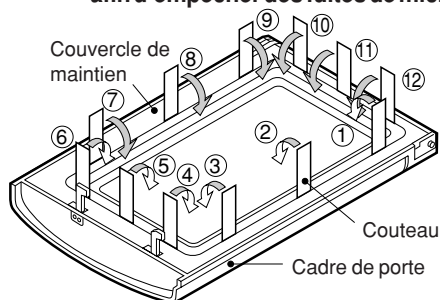

Figure C-7. Démontage de la porte.
3. Insérer un long couteau (épaisseur environ 0,5 mm) dans l'espace entre le couvercle de maintien et le coin du panneau de la porte comme indiqué sur la figure C-7 pour libérer les pièces prises.
4. Fouiller dans le couvercle de maintien en insérant un long couteau comme indiqué sur la figure C-7.